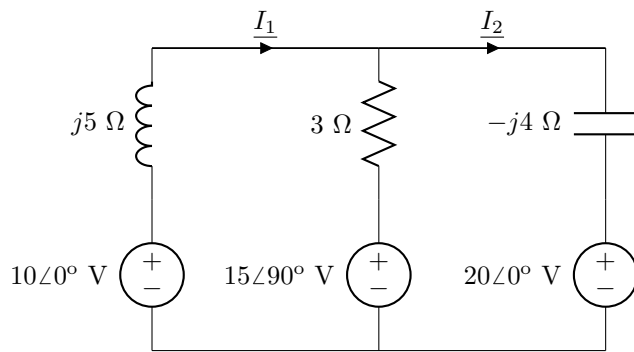

Figura 4.13: Circuito del problema 42.
42. Utiliza el análisis de mallas en el circuito de la figura 4.13 para determinar: a)  $\underline{I}_1$ ; b)  $\underline{I}_2$ .